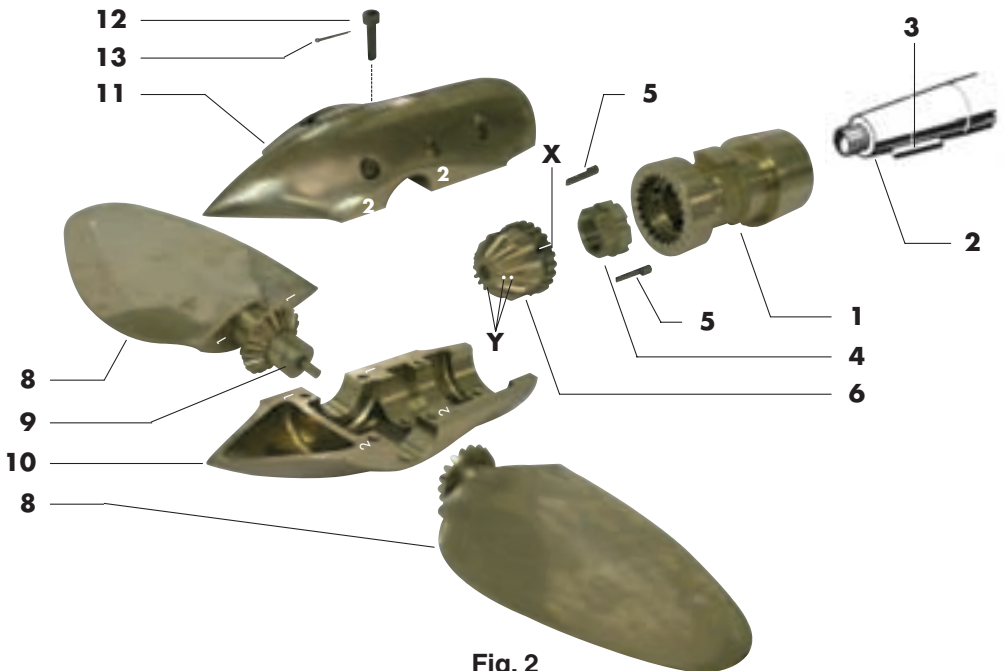

Fig. 2
- 3) **MONTAGGIO - ASSEMBLY:** Tenete presente che le parti che compongono la Max-Prop® non sono intercambiabili; nel caso si ricevessero contemporaneamente più eliche, sarà quindi necessario fare molta attenzione a non mischiare i vari pezzi smontati. Effettuate le successive operazioni facendo riferimento alla Fig. 2.
Max-Prop® parts are not interchangeable. Make sure if you receive more than one propeller that you do not interchange them. Please use Fig.2 for part number references.
- E) Tenendo ben ferme le due pale [8] premute contro il distanziale [9], senza spostare i denti dai riferimenti scelti, montare la mezza ogiva [10]. Fate attenzione che corrispondano i riferimenti pale-ogiva, 1 con 1, 2 con 2 (Fig. 2).